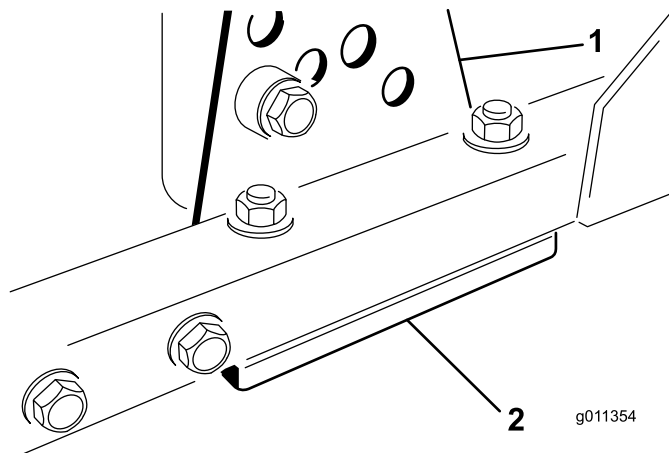

Figura 73
1. Togliete la staffa dell'altezza di taglio (anteriore, sinistra o destra) dal telaio del piatto di taglio (Figura 73).
2. Regolate gli spessori di 1,5 mm e/o 0,7 mm fra il telaio del piatto di taglio e la staffa per ottenere l'impostazione dell'altezza desiderata (Figura 73).